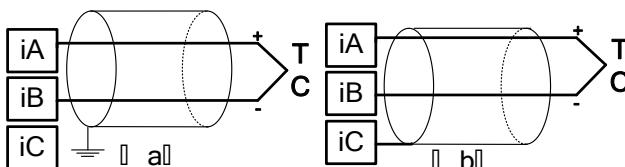

图 4-2-11 热电偶输入接线方法
(2) 热电偶传感器: 热电偶传感器输入 (如 K 型) 为两线制接线方式, 建议采用 0.5mm^2 规格的双芯屏蔽补偿导线, 将热电偶传感器的正极和负极分别连接到 iA 端子和 iB 端子。屏蔽端可以连接电源地, 如图 4-2-11 (a) 所示。也可以连接在控制器的测量地 iC 端子上, 如图 4-2-11 (b) 所示。